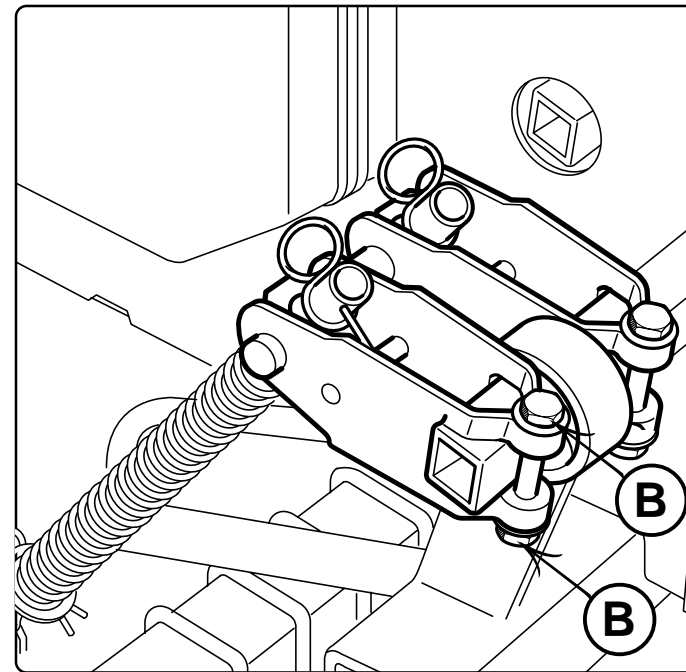

Fig. 23
- svitare la vite (B Fig. 23).
- unscrew the screws (Fig. 23, B).
- die Schrauben lösen (B Abb. 23).
- desserrer la vis (B Fig. 23).
- destornillar el tornillo (B Fig. 23).